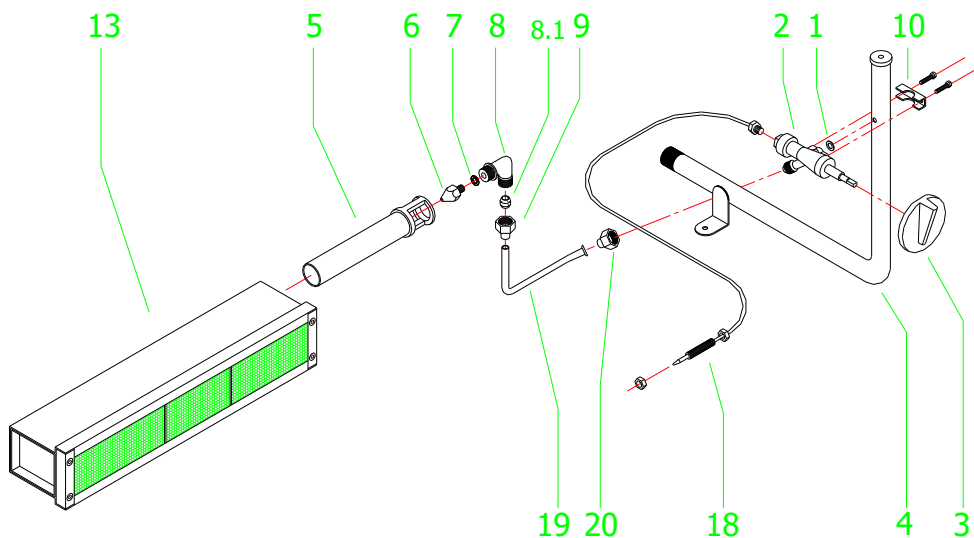

Fig. 11
- e) Extraiga el tubo (5) (ver **fig.11**) correspondientes a la válvula del quemador que desea cambiar soltando para ello la tuerca (20)
- f) Tire hacia fuera del codo (8) para extraer el venturi del quemador, suelte en su totalidad las tuercas que fijan el quemador (16) a sus soportes.